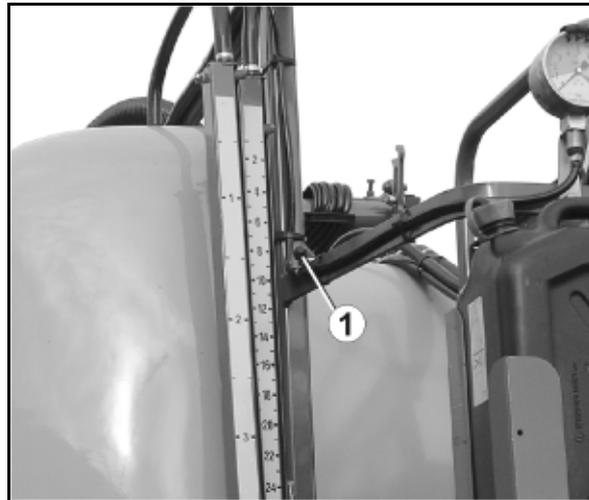

Fig. 67
6. Mutter (Fig. 67/1) entfernen und die Flüssigkeit aus dem Druckschlauch zum Manometer ablassen.